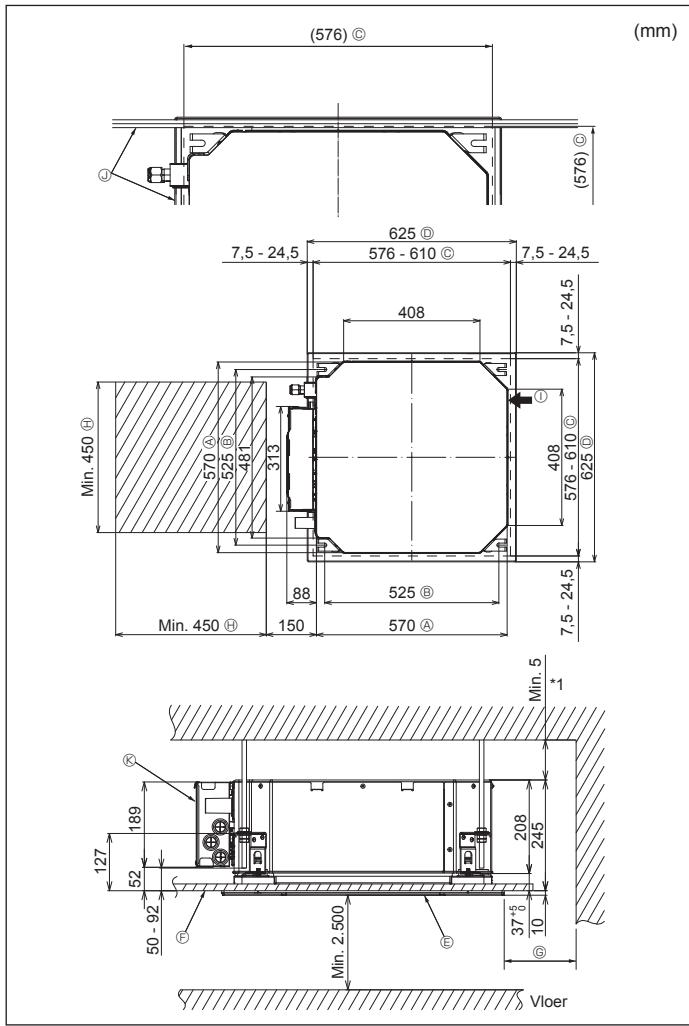

Fig. 2-2
2.2. Plafondopeningen en posities voor installatie van ophangbouten (Fig. 2-2)